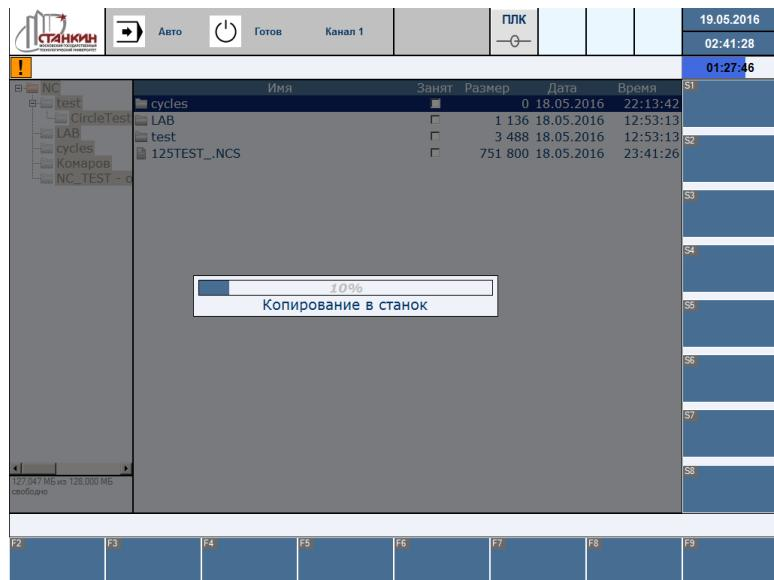

Рисунок 74 – Процесс копирования файлов
5. Дождаться окончания загрузки файлов (Рисунок 74):